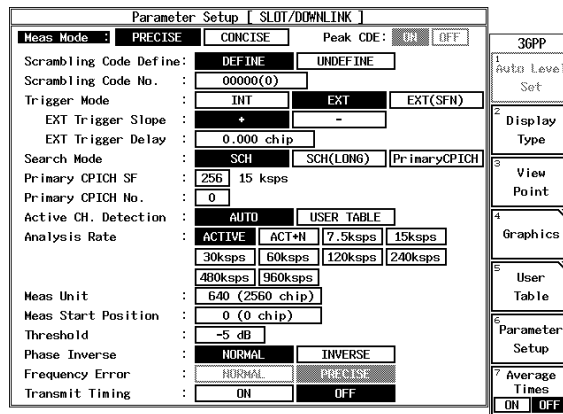

図 6-9 測定パラメータ表示
3. R3267 シリーズを IQ 入力、DOWN LINK 測定に設定し、パラメータを図 6-9 のように設定し、DC CAL を実行します。